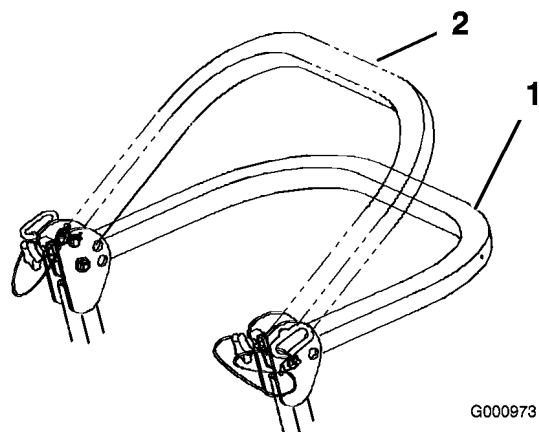

Bild 5
3. Senken Sie den Überrollbügel ab. Es gibt zwei abgesenkte Stellungen. Die Stellungen finden Sie in Bild 5.